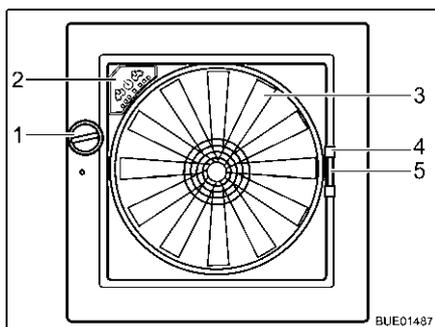

Fig. 92 Lanterneau Omni-Vent
**Ouvrir :** ■ Tourner le bouton rotatif (Fig. 92,1) jusqu'à ce que l'angle d'ouverture désiré soit atteint.
**Fermer :** ■ Tourner le bouton rotatif (Fig. 92,1) jusqu'à ce que le lanterneau soit entièrement fermé.
**Fermer :** ■ Tirer la moustiquaire par la poignée (Fig. 92,4) vers le côté de cadre opposé.
**Fermer :** ■ Presser la poignée (Fig. 92,5) du dispositif occultant.
**Ventilateur** Quand le lanterneau est ouvert, l'intérieur peut être aéré avec un ventilateur à 6 niveaux de puissance (Fig. 92,3). La commande du ventilateur s'effectue sur son panneau de commande (Fig. 92,2).